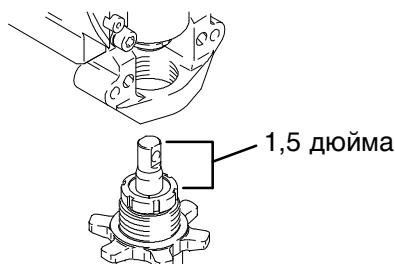

Рис. 18
- См. Рис. 18. Вытащите шток поршня на 38 мм. Вкручивайте насос до тех пор, пока не совпадут отверстия в крестовине подшипника и в штоке поршня.